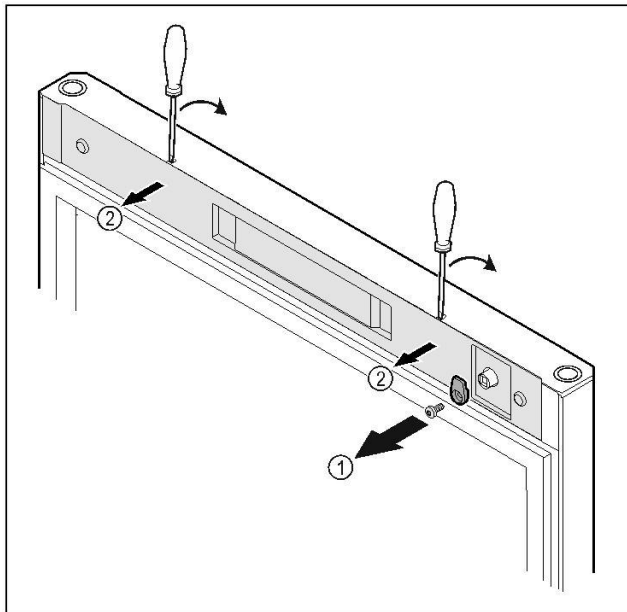

Fig. 16
- || Sluithaak Fig. 16 (1) losschroeven.
- || Afdekking Fig. 16 (1) met een kleine schroevendraaier losmaken en verwijderen.